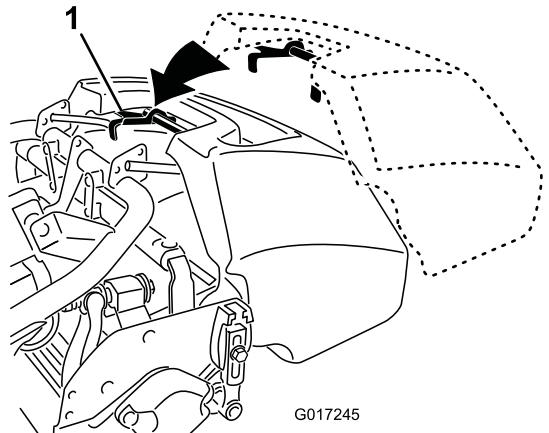

図 17
1. バスケットのハンドルをつかむ(図 17)。
2. バスケットのリップ部をカッティングユニットの左右のサイドプレートの中央部に合わせて前ローラの上にセットする（図 17）。
3. フレームループの上からバスケットを取り付ける（図 17）。